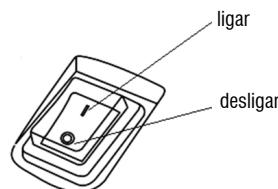

Fig. 16 – Botão liga/desliga
2. Os aspiradores possuem um botão liga/desliga, para ligar basta posicionar o botão na posição ligado (Fig. 16).